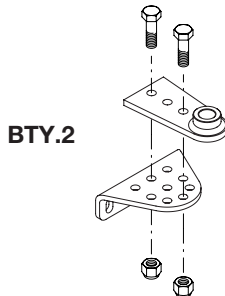

Abb.14
- Setzen Sie die Halterung BTY.2 wie in Abbildung 14 gezeigt zusammen.